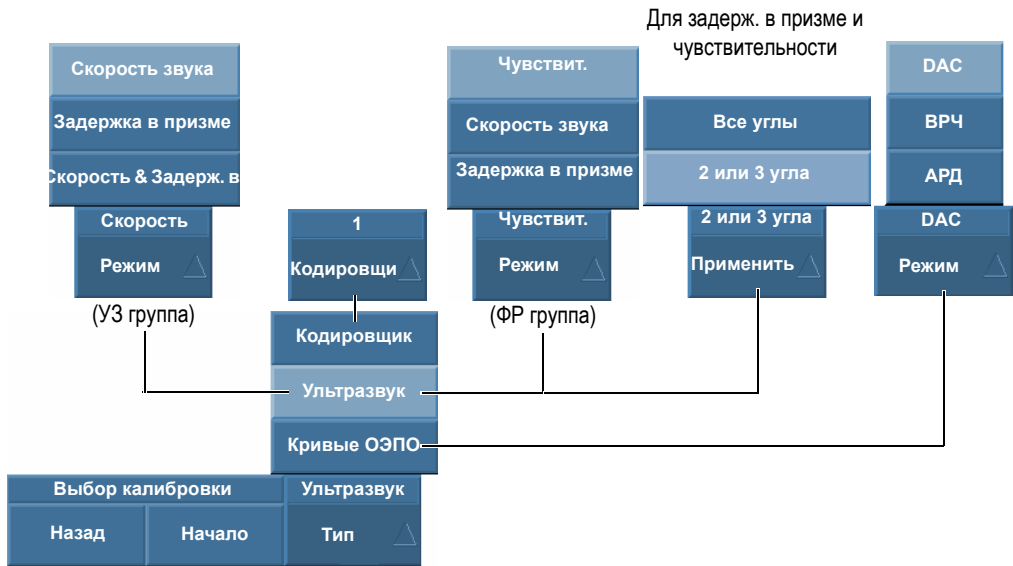
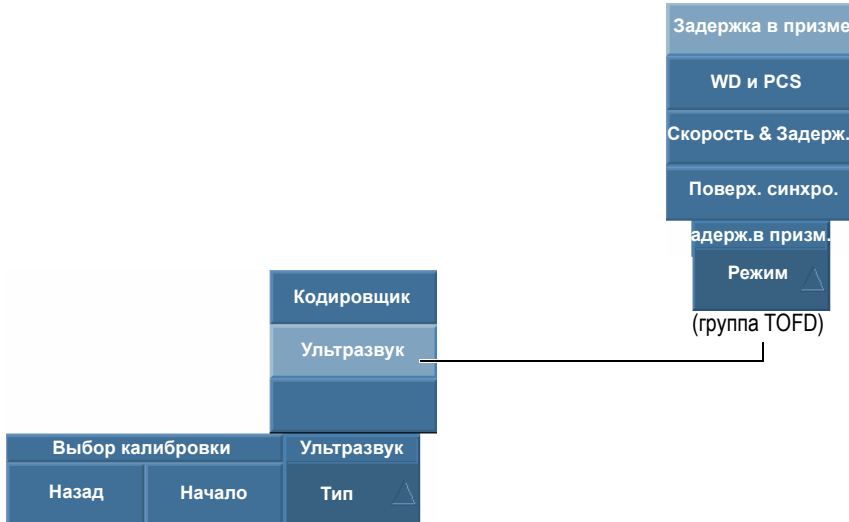

Рис. 5-1 Выбор параметров калибровки
Рис. 5-2 Выбор параметров калибровки— группа TOFD
2. В списке **Тип** выберите нужный тип калибровки (см. Рис. 5-1 на стр. 116 и Рис. 5-2 на стр. 116).
3. В зависимости от выбранного в предыдущем шаге параметра (см. Рис. 5-1 на стр. 116), выберите нужный элемент для калибровки в списке **Кодировщик** или **Режим**.